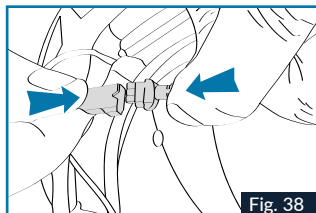

Fig. 38
10. Effectuer le branchement de batterie (connecteur noir 3 branches), et le clavier suivant la Fig.38